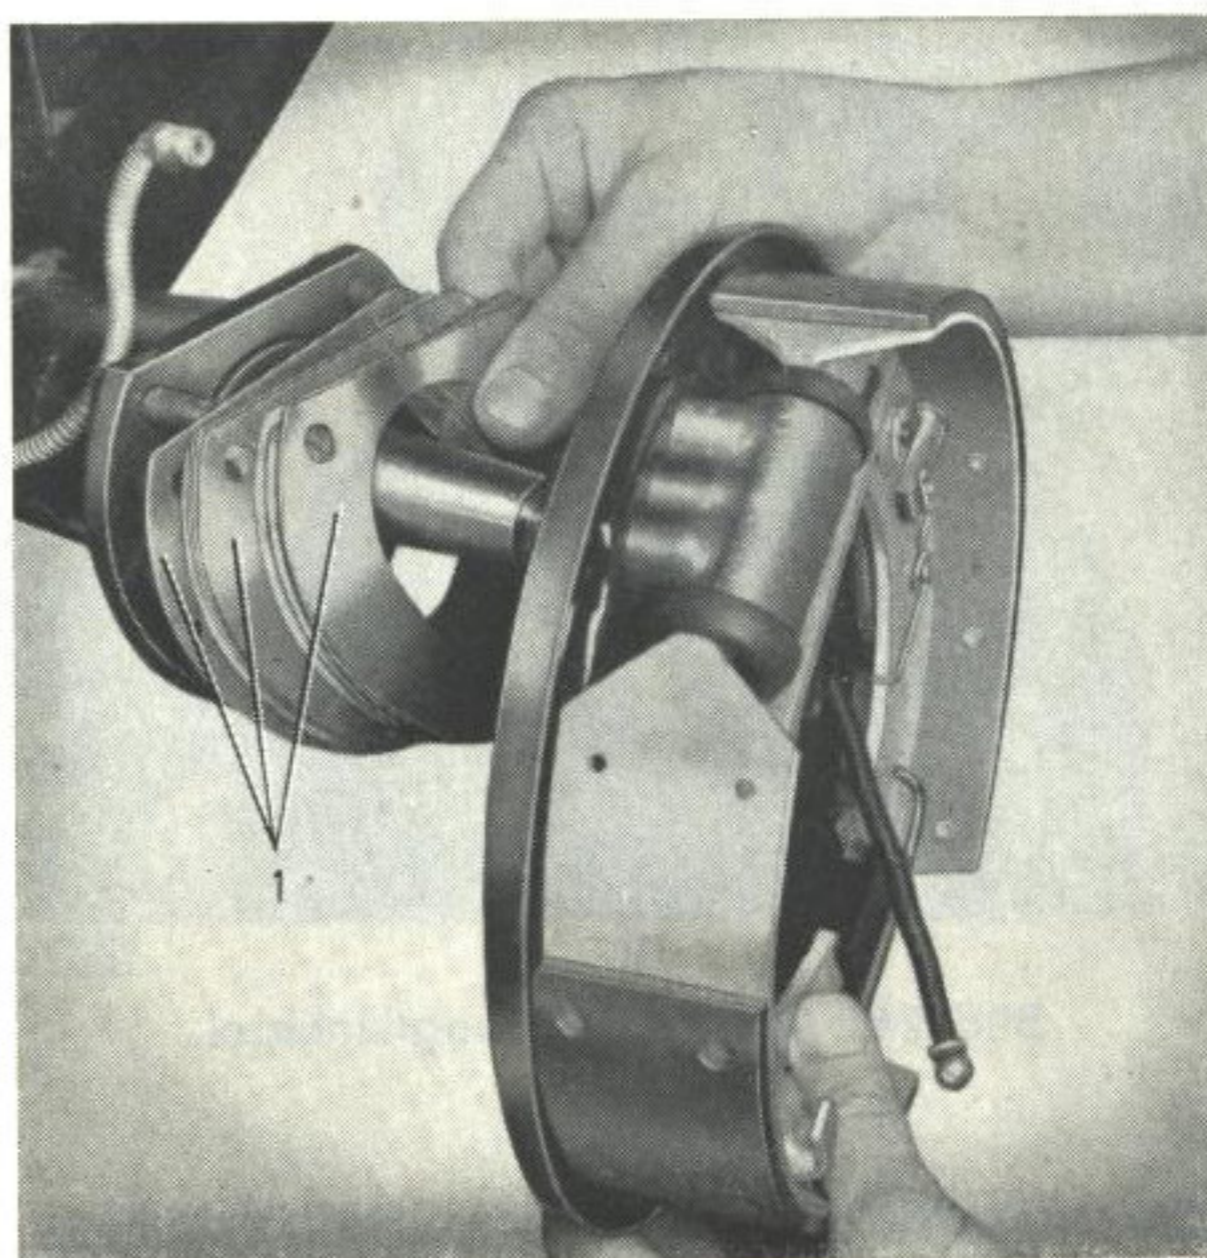

Bild 29. Mont. av bromssköld.
7. Montera vänstra sidans bromssköld med justermellanläggen enligt tabell samt filtätningen, se bild 29. Undersök gummiskydden, som tätar vid handbromsvajern i bromssköldarna. Byt om så erfordras. Koppla fast bromsvätskeledning och bromsvajer vid båda sidor. Montera nav (6) med bromstrummor. Lufta och justera bromsarna enligt anvisningarna i avd. 5. Montera hjulen.